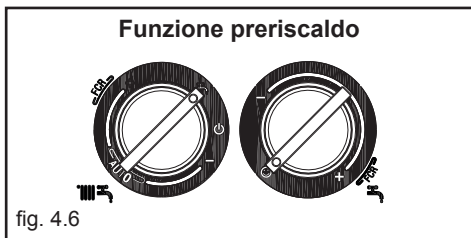

fig. 4.6
**Preriscaldamento** (acqua calda più veloce): ruotando la manopola regolazione temperatura acqua sanitaria (fig. 4.6) sul simbolo ☺ si attiva la funzione preriscaldamento, il visualizzatore (1 - fig. 3.1) mostra il simbolo **P** fisso. Riportare la manopola di regolazione temperatura acqua sanitaria nella posizione desiderata. Questa funzione permette di mantenere calda l'acqua contenuta nello scambiatore sanitario al fine di ridurre i tempi di attesa durante i prelievi.